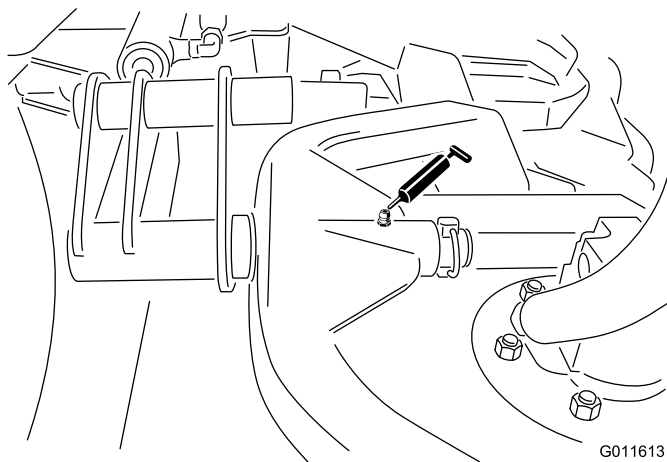

Рисунок 29
- Шарнир несущей рамы режущего блока (по 1 шт.) (Рисунок 29)